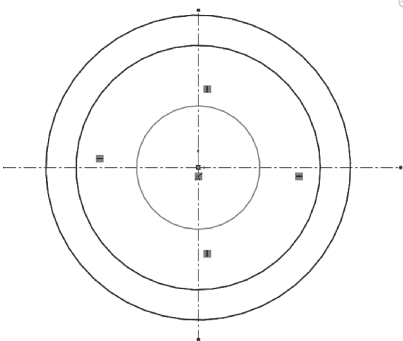

图 11-18 绘制圆形
- 2) 单击【草图】工具栏中的（圆）按钮，在【属性管理器】中弹出【圆】属性设置。单击【中央创建】单选按钮，在图形区域中绘制圆形草图。单击将中心点放置在原点上，指针形状将变为，这表示圆心和原点之间的重合几何关系。移动鼠标，注意圆的预览动态跟随指针，单击以结束圆并在属性管理器中单击按钮。按同样方法，绘制其他两个圆，如图 11-18 所示。